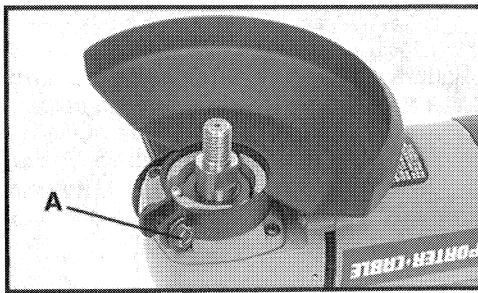

Fig. 4
3. Ponga el collar del protector (guarda) en el cubo de la caja de engranajes (engranes) de la esmeriladora (vea la Fig. 4).
5. Apriete bien la tuerca sujetadora (A) Fig. 4.